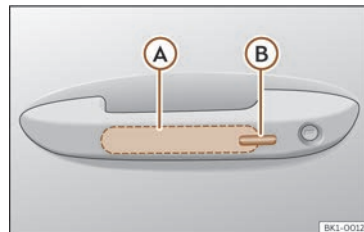

Fig. 76 Poignée de la porte : surfaces de détection.
>>> fig. 76
- Touchez la surface de détection >>> **fig. 76**  située sur le côté extérieur de la poignée de la porte. Tous les clignotants clignotent en même temps.
- Dans les 5 secondes qui suivent, touchez une fois le capteur sur la face extérieure de la poignée de porte >>> **fig. 76 B**. Ce faisant, ne saisissez pas la poignée. Le système Keyless Access est temporairement désactivé.
Pour fermer à l'aide de la fonction confort toutes les vitres électriques et le toit ouvrant, maintenez appuyé quelques secondes un doigt sur la surface de détection de verrouillage >>> **fig. 76 B** de la poignée de porte jusqu'à ce que les vitres et le toit se ferment.